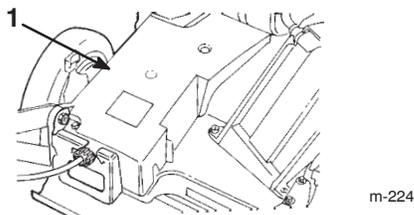

Bild 28
3. Entfernen Sie die Schrauben, mit denen die Riemenabdeckung (Bild 28) am Rasenmähergehäuse befestigt ist.